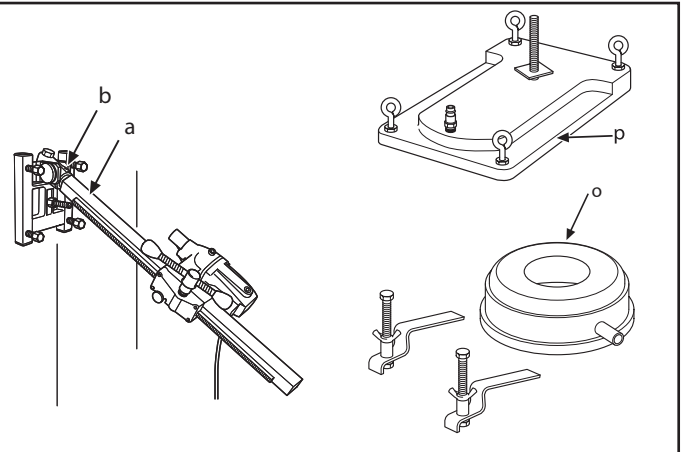

Fig. 5
4. Se si utilizza la piastra del vuoto accessoria (p) (fig. 5), verificare sempre che la superficie non sia porosa e non possa staccarsi dal pavimento o dalla parete. Controllare anche che la pompa del vuoto sia in grado di fissare la piastra del vuoto. Un esempio di motore a depressione adatto è Husqvarna VP200.
5. Raccogliere l'acqua in un apposito recipiente per evitare che danneggi l'attrezzatura (o) (fig. 5).
4. Bei Verwendung einer Vakuumpatte (p) (Abb. 5) (Zubehör) ist sicherzustellen, dass die Unterlage nicht porös ist, damit die Platte sich nicht von Fußboden oder Wand lösen kann, und die Vakuumpumpe das Ansaugen der Vakuumpatte bewältigt. Ein geeigneter Vakuummotor ist der Husqvarna VP200.
5. Wasserschäden sind zu vermeiden, mit Wassergefäß (o) (Abb. 5) arbeiten.
4. Si la plaque de sous-pression est utilisée (p) (Fig.5) (équipement supplémentaire), s'assurer que la base n'est pas poreuse et ne risque pas de se détacher du sol ou du mur et que la pompe à vide possède la capacité nécessitée par la plaque de sous-pression. Un moteur de vide approprié est le Husqvarna VP200.
5. Pour éliminer tout risque de dommages dus à l'eau, utiliser un collecteur d'eau (o) (Fig.5).
4. Indien een vacuümplaat wordt gebruikt (p) (fig. 5) (extra accessoire), moet u zich ervan vergewissen dat de ondergrond niet poreus is en van de vloer of wand kan loskomen én u moet controleren dat de vacuümpomp de vacuümplaat werkelijk vastzuigt, een geschikte vacuümpomp is Husqvarna VP200.
5. Voorkom waterschade, gebruik een wateropvanglement (o) (Fig. 5).